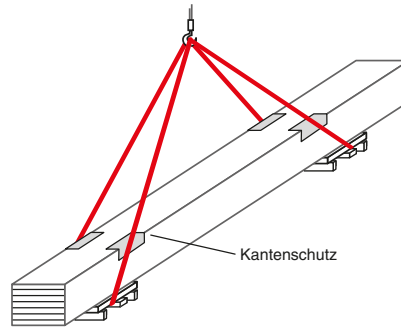

Abb. 2
3. Bei Verwendung eines Kranes am Paket keine Drahtseile und -ketten sondern Gurte mit entsprechender Tragfähigkeit befestigen und dabei stets auf den Schutz der Kanten achten (Abb. 2)